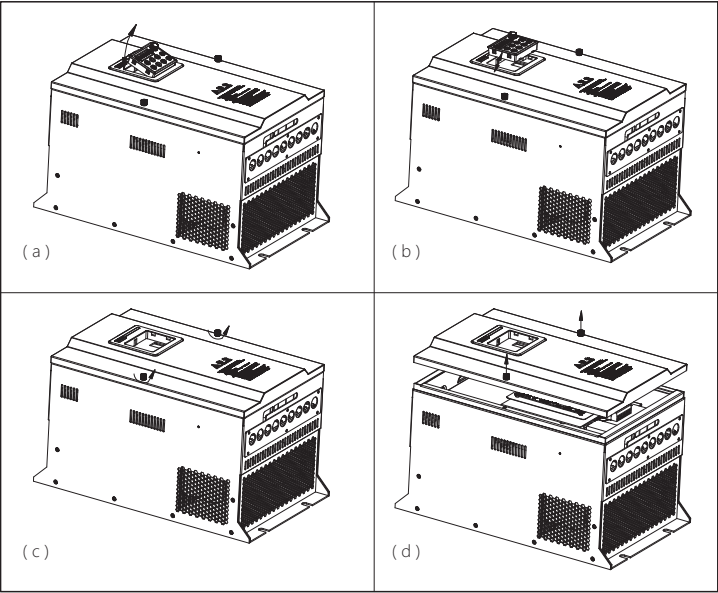

图7-1-1 操作面板及上盖的拆卸及安装
用一字螺丝刀放在操作面板上方的插孔里，向下按住顶部并向外拉，如图7-1-1(a)所示，然后拔掉网线接头，将操作面板轻轻取出即可，如图7-1-1(b)所示；
操作面板拆卸后，将上盖两边的螺丝按逆时针方向旋转出即可，如图7-1-1(c)所示；
最后上盖松动即可将上盖取出，如如图7-1-1(d)所示；
1) 如图7-1-1(d)所示，先将上盖按照图相反的方向卡到壳体上面；
2) 如图7-1-1(c)所示，带上盖置于壳体之上后，将上面的螺钉按顺时针方向拧紧即可；
3) 如图7-1-1(b)所示，将网线插头插入操作面板上；
4) 如图7-1-1(a)所示，将操作面板斜着放到安装板上，轻轻的往后推，安装孔卡入到卡梁上后再将操作面板轻轻的往下压，卡到位即可。